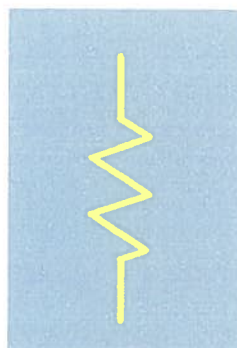

Fig. 7.122
3. Dacă elementul la care este racordată bobina TIF este în starea de „**legat la pământ**”, bobina va fi reprezentată cu culoarea galben indiferent de nivelul de tensiune. Fig. 7.122